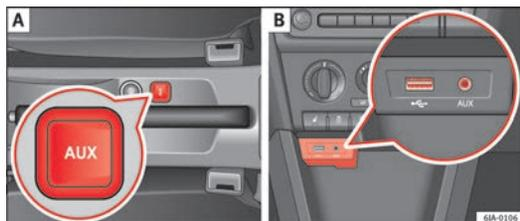

Fig. 42 Entrata AUX-IN/entrata MDI
- sulla console centrale tra i sedili anteriori ⇒ fig. 42 - [A];
- sul vano portaoggetti nella console centrale anteriore ⇒ fig. 42 - [B];
L'entrata MDI si trova sul vano portaoggetti della console centrale anteriore ⇒ fig. 42 - [B];